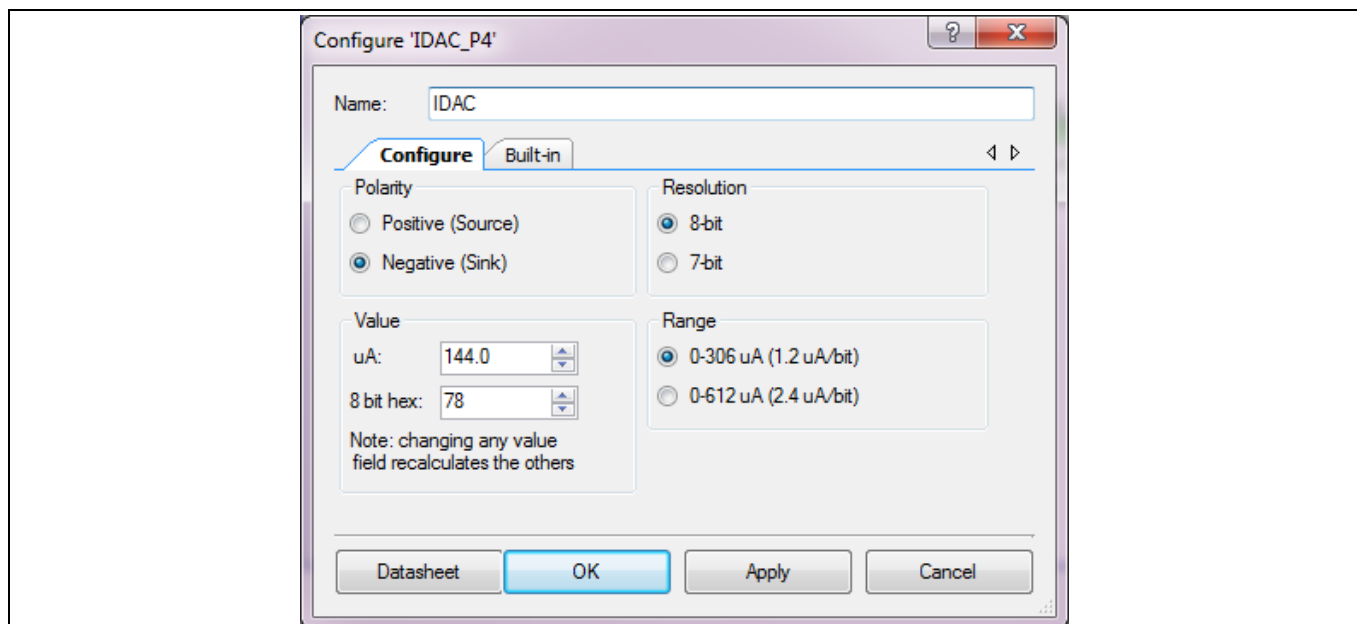
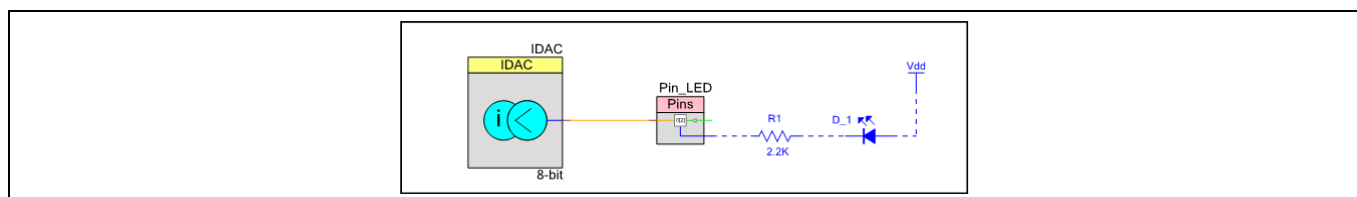

Figure 73 IDAC 設定
Figure 74 PSoC™ Creator のアナログおよびデジタルスイッチングスキームの回路図
4. Figure 73 に示すように IDAC の Polarity を Negative (Sink) として設定してください。 Figure 74 に示すように IDAC をアナログ端子に接続してください。